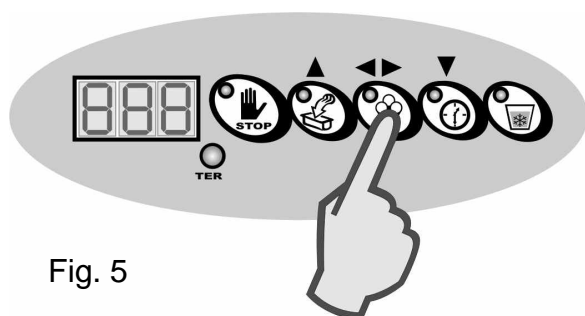

Fig. 5
- A continuación, presione la tecla Confirmación para iniciar el ciclo de mantecación (Fig. 5).